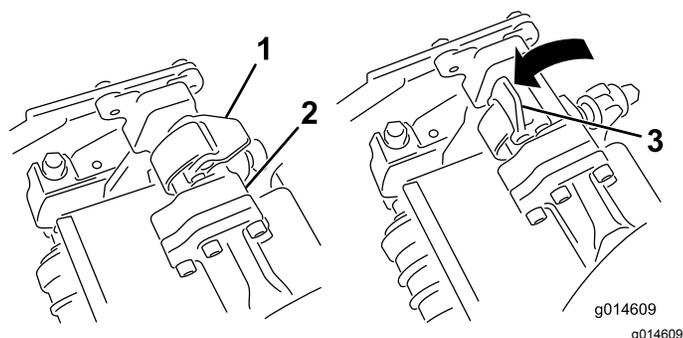
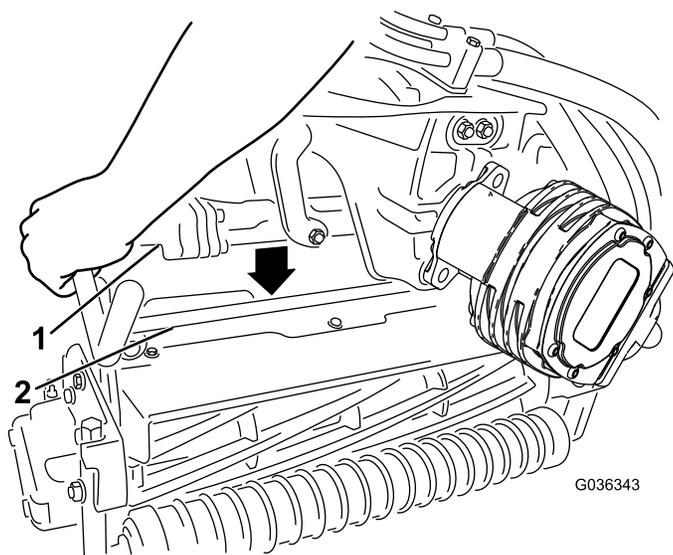

Рисунок 31
Рисунок 32
4. Когда защелки на штанге рычага подвески направлены вверх (т.е. открыты) (Рисунок 31), нажмите на рычаг подвески так, чтобы штанга села на поперечный стержень наверху режущего блока (Рисунок 32).
5. Опустите защелки и поверните вокруг стержня режущего блока и заблокируйте их (Рисунок 31).
5. Откройте защелки на штанге рычага подвески режущего блока, который необходимо снять (Рисунок 31).